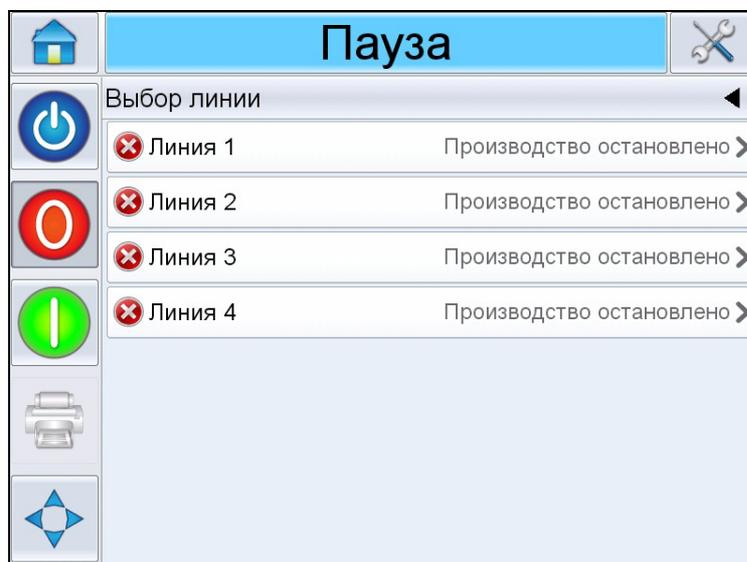

Рис. 6-24: Выбор линии
- а. Выберите *Вход линии 1* (Рис. 6-24).